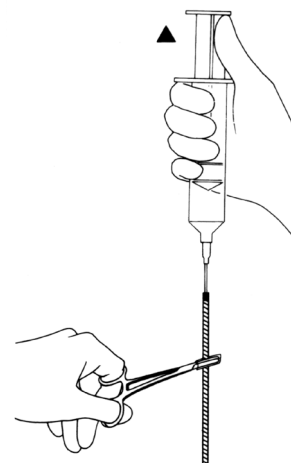

Figura 4-3e. Pince los tubos
11. Pince los tubos (sólo una muesca) con las pinzas hemostáticas cubiertas por un protector de tubo, 3 cm por debajo de la aguja. (**Figura 4-3e**)